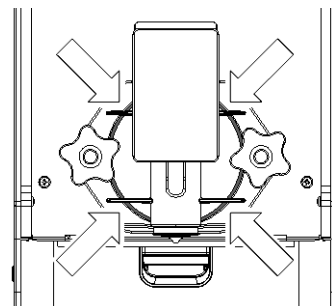

figura 28
- 1 Una vez por día: controle el distribuidor y verifique que no haya pérdidas de producto a través de la junta del grupo grifo. Si se detectan pérdidas, verifique en primer lugar que los componentes estén colocados correctamente; a continuación, verifique que la junta no sea defectuosa y no esté desgastada; de ser así, sustitúyala con un repuesto original del fabricante. (ver figura 28)